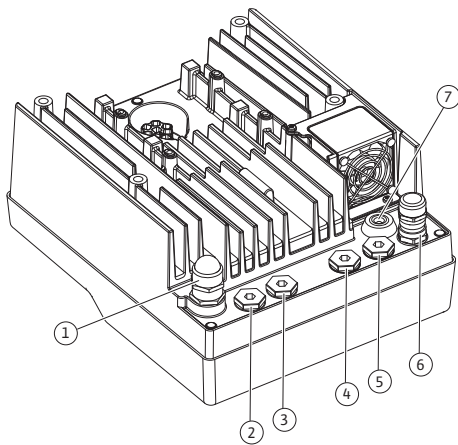
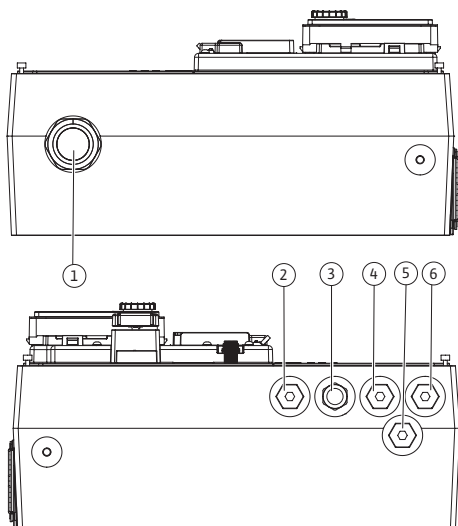

Fig. 21: Kabelforskrninger/kabelgennemføringer (0,37 kW ... 7,5 kW)
Fig. 22: Kabelforskrninger/kabelgennemføringer (11 kW ... 22 kW)
På elektronikmodulet (Fig. 21) befinder der sig seks kabelgennemføringer til terminalboksen. Kablet til spændingsforsyning af den elektriske ventilator på elektronikmodulet er monteret fra fabrikens side.
På den ene side af elektronikmodulet (Fig. 22) er der fem kabelgennemføringer til terminalboksen. Kabelgennemføringen til spændingsforsyningen er placeret på den anden side. Spændingsforsyningen til den elektriske ventilator på elektronikmodulet er placeret indeni og er installeret fra fabrikens side.
Kabelforskrninger inklusive pakninger til kabelgennemføringerne 2 ... 5 (Fig. 21 og Fig. 22) er vedlagt produktet som montagekit.
- Før tilslutningskablet gennem M25-kabelforskrningen (Fig. 21, pos. 1, ved 0,37 kW ... 7,5 kW).
Før tilslutningskablet gennem M40-kabelforskrningen (Fig. 22, pos. 4, ved 11 kW ... 22 kW).